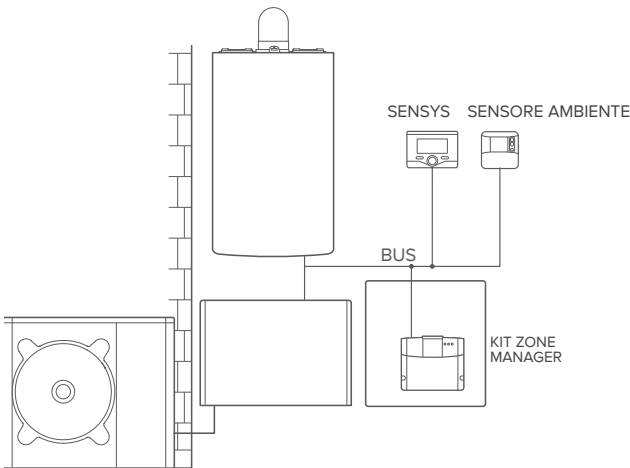

fig.9
**Activación de TD y TC en un sistema híbrido con hasta 2 zonas hidráulicas controlado por dispositivos BUS BridgeNet (fig.9)**